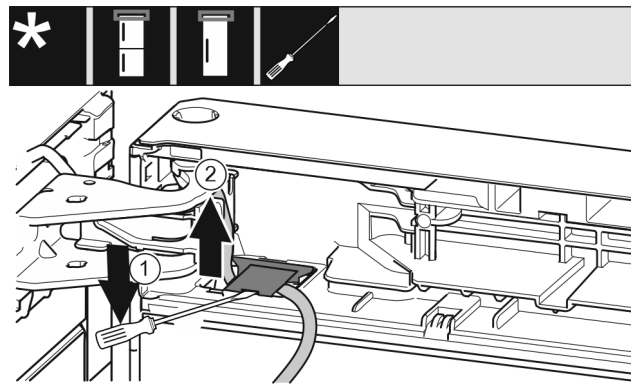

Fig. 11
- ▶ Με το ίσιο καταβίδι ανασηκώστε το κάλυμμα και τραβήξτε το έξω. Fig. 11 (1)
- ▶ Τραβήξτε έξω το καλώδιο. Fig. 11 (2)